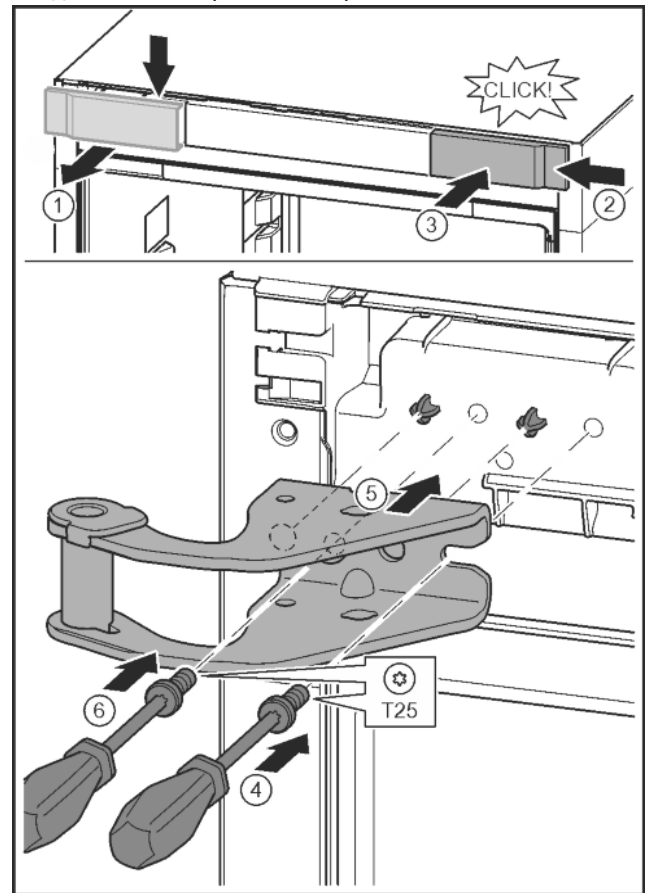

Fig. 15
- ▶ Развийте капака и го свалете настрана. Fig. 15 (1)
- ▶ Закачете капака, завъртян на 180°, от другата страна отдясно. Fig. 15 (2)
- ▶ Фиксирайте капака. Fig. 15 (3)
- ▶ С отвертка T25 поставете винта. Fig. 15 (4)
- ▶ Поставете горната лагерна стойка. Fig. 15 (5)
- ▶ Затегнете винта. Fig. 15 (4)
- ▶ С отвертка T25 поставете винта и го затегнете. Fig. 15 (6)